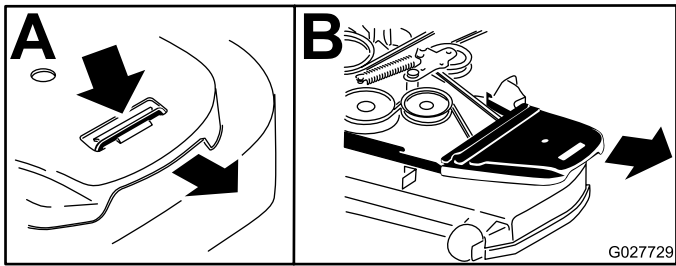

Bild 80
6. Entfernen Sie die Riemenabdeckungen und die Schrauben (Bild 80).